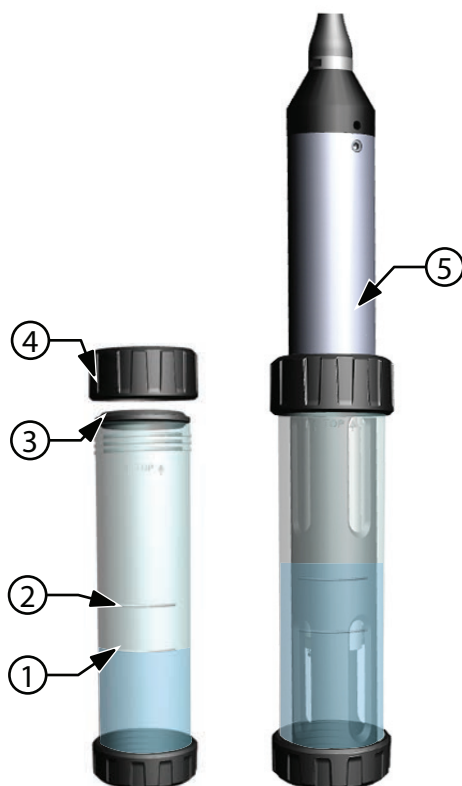

Figura 44 Volume standard della tazza di calibrazione
4. Riempire la tazza di calibrazione con standard di calibrazione fresco fino a circa la prima linea per calibrazione pH, ORP e torbidità. Riempire fino alla seconda linea per la calibrazione della conducibilità (Figura 44 a pagina 34).
1. Assicurarsi che la guarnizione della tazza di calibrazione sia posizionata correttamente (Figura 44). Installare senza serrare il dado di fissaggio sulla tazza di calibrazione.